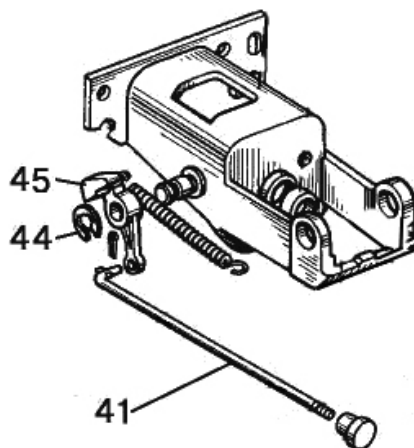

Рисунок 7.12
- п) расшплинтуйте и отсоедините тягу 41, (рисунок 7.12), от фиксатора 45;